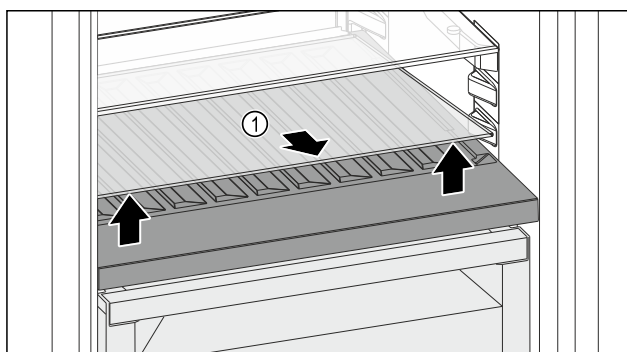

Fig. 142
- ▶ Skleněnou desku Fig. 142 (1) zvedněte za vybrání vpředu a vyjměte ji.
- ▶ Skleněnou desku Fig. 142 (1) uložte bezpečně mimo spotřebič.